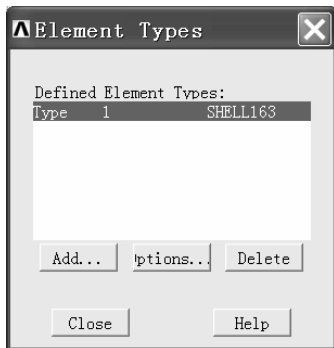

图 10-9 “Element Types” 窗口
(3) 在“Library of Element Types”窗口左边方框中用鼠标单击选中“LS-DYNA Explicit”（选中后背景为蓝色），在右边方框中用鼠标单击选中“Thin Shell 163”。
(4) 单击“Library of Element Types”窗口中的“OK”按钮。这时“Element Types”窗口中显示已经选好了的单元（见图 10-9）。
(5) 单击“Element Types”窗口中的“Close”按钮。